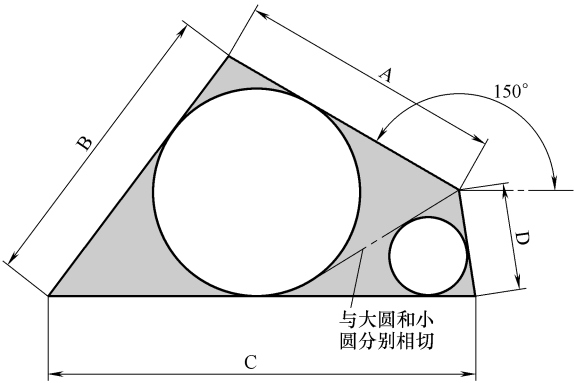

图 B-7 赛题 7
7. 参照图 B-7 绘制图形，注意其中相切等几何关系。请问图形中深色区域的面积是多少？